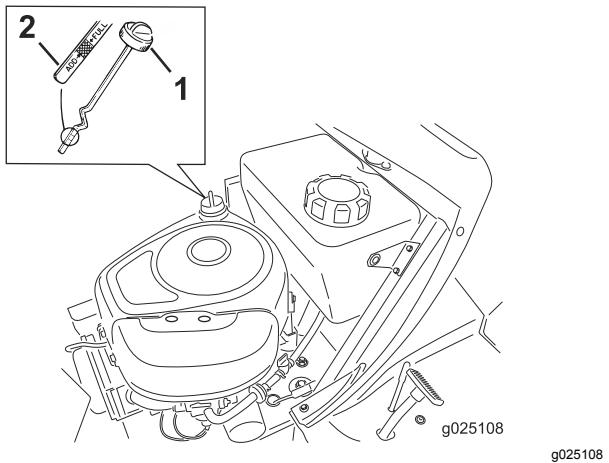

Figura 23
8. Pulite attorno all'asta di livello (Figura 23) in modo che la morchia non possa penetrare nel foro di rifornimento e danneggiare il motore.
9. Svitate l'asta di livello dell'olio e pulite l'estremità metallica (Figura 23).
10. Infilate a fondo l'asta di livello nel bocchettone di rifornimento (Figura 23).
11. Pulite la zona circostante l'asta di livello e svitate il tappo (Figura 23).
12. Versate lentamente nel tubo di rifornimento (Figura 23) l'80% circa dell'olio motore.